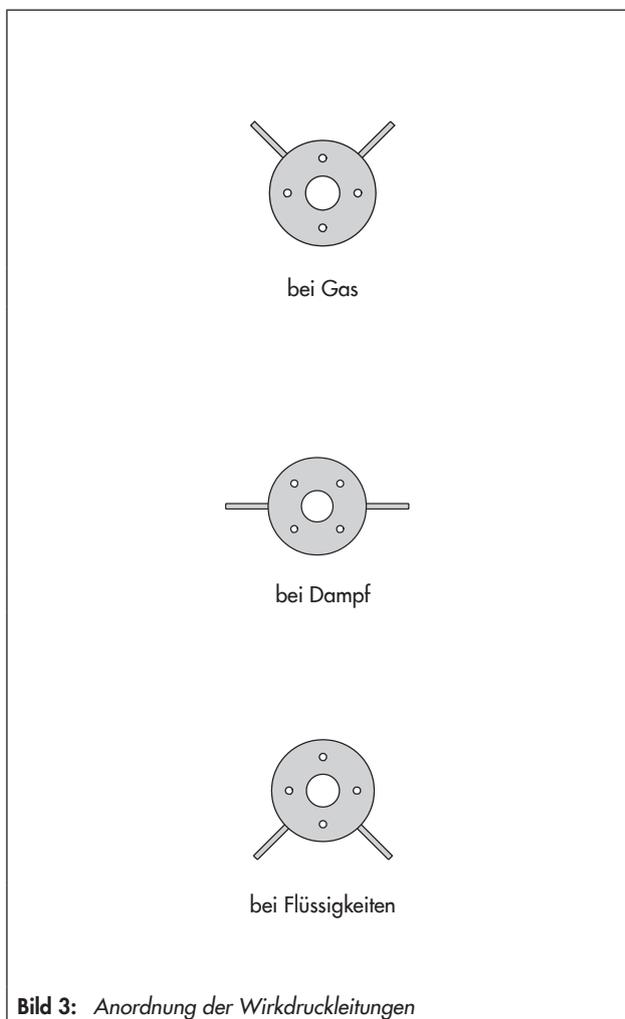

Bild 3: Anordnung der Wirkdruckleitungen
- Die Anordnung der Wirkdruckleitungen ist aus den nebenstehenden Abbildungen (Bild 3) ersichtlich.